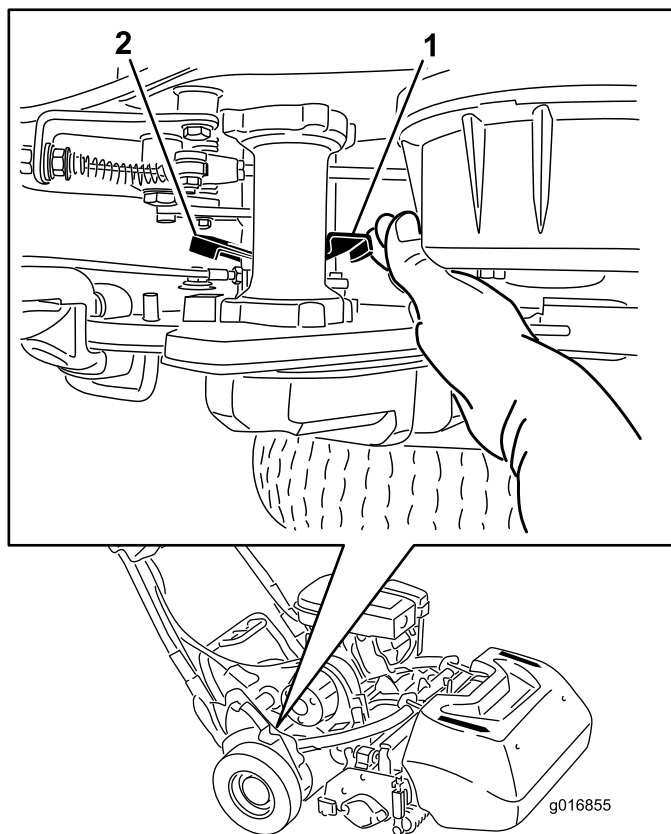

图28
1. 在机器的右后角、找到靠近驱动装置壳体轮鼓的牵引接合/分离控制杆（图28）。